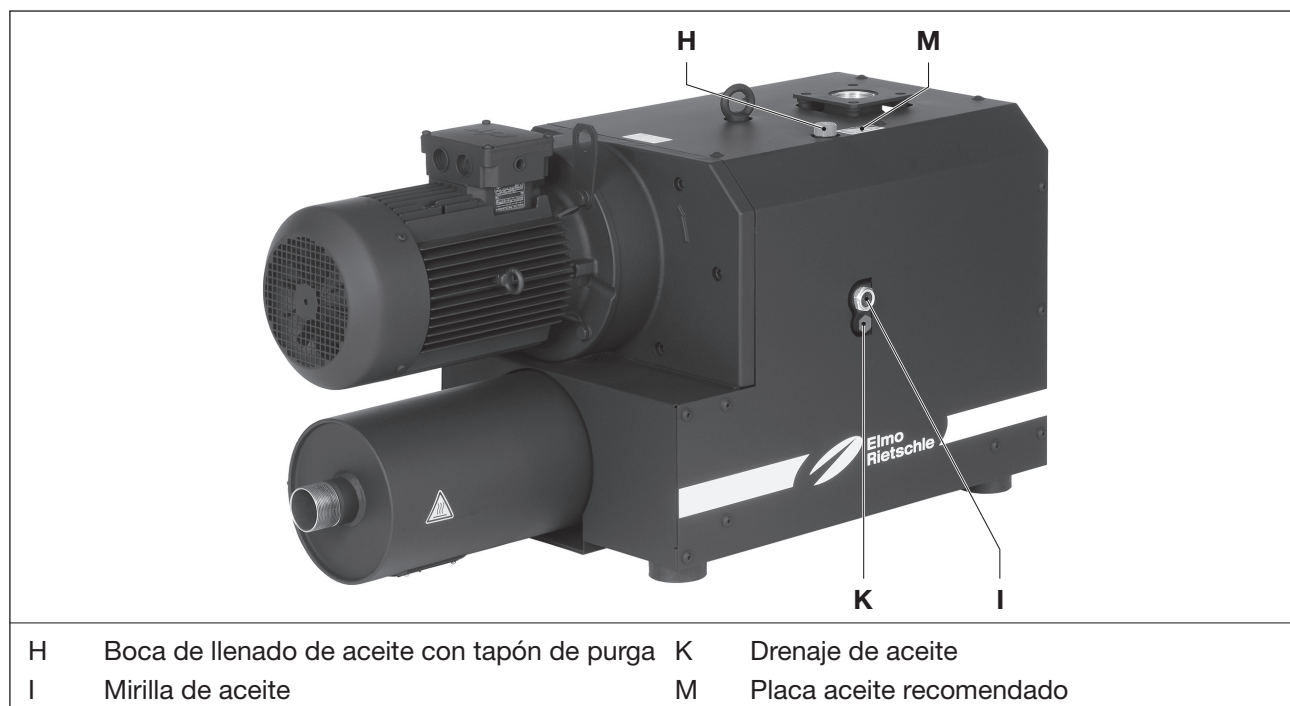

Fig. 5 Cambio de aceite
- Controlar el nivel de aceite a través de la mirilla (Fig. 5/I) mensualmente.
- Abrir el cierre de la boca de llenado de aceite (Fig. 5/H) y llenar de aceite hasta el borde superior de la mirilla (Fig. 5/I).
Para el funcionamiento, se recomienda emplear aceites de Elmo Rietschle (véase también la placa de aceites recomendados (Fig. 5/M)).
- Abrir el tornillo en la boca de llenado de aceite (Fig. 5/H), abrir el drenaje del aceite (Fig. 5/K) y dejar salir el aceite usado.
- Cerrar el drenaje del aceite (Fig. 5/K) y verter aceite nuevo en la boca de llenado de aceite (Fig. 5/H). Controlar el nivel de aceite a través de la mirilla (Fig. 5/I).
- Cerrar el tornillo en la boca de llenado de aceite (Fig. 5/H).